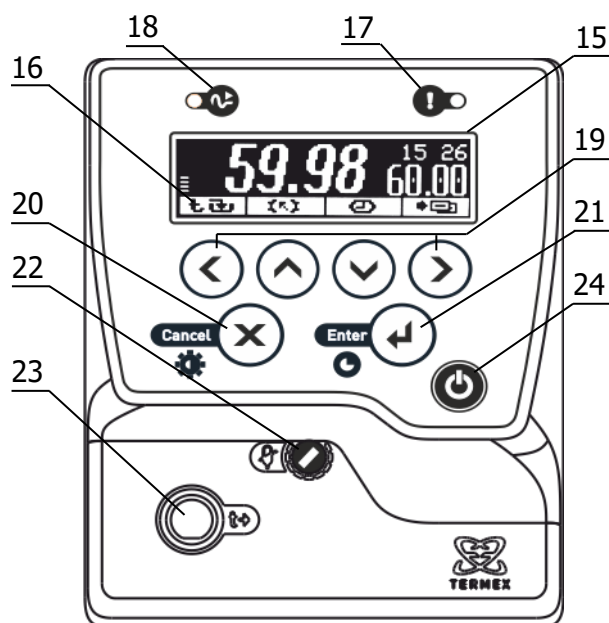

Рисунок 2 – Лицевая панель
1.4.4 Система безопасности блоков регулирования отключает двигатель насоса и нагреватель при срабатывании хотя бы одной из защит или неисправности датчика температуры (1.2.13). При срабатывании системы безопасности раздается звуковой сигнал, загорается индикатор 17 (рисунок 2) и на дисплей 15 выводится информация о причине неисправности.
2.3.1 После подключения сетевого кабеля к электрической сети блок регулирования переходит в режим ожидания. Подключение сопровождается кратковременной подсветкой дисплея 15 (рисунок 2).
2.3.6 Для регулировки яркости подсветки или контраста дисплея нажать кнопку 20 (X), выбрать изменяемый параметр кнопками (▲) и (▼) и установить его значение кнопками (◀) и (▶). Зафиксировать изменение нажатием кнопки 21 (↵) (рисунок 2).
2.7.7 Для выбора уставки в качестве текущей кнопками (▲) и (▼) подвести к ней указатель. Значение отмеченной указателем уставки дублируется крупными цифрами в правой части дисплея. Для подтверждения выбора отмеченной уставки нажать кнопку 21 (◀). Для отмены выбора нажать кнопку 20 (✕) (рисунок 2).
2.7.8 Для изменения численного значения отмеченной указателем уставки нажать кнопку (▶). На рамке, обрамляющей значение уставки в правой части дисплея, появятся «засечки», указывающие на изменяемую позицию в численном значении. Цифра в отмеченной позиции мигает. Нажатиями кнопок (▲) и (▼) установить требуемую цифру в отмеченной позиции. Если удерживать кнопку нажатой, значение уставки будет изменяться непрерывно. Нажатиями кнопок (◀) и (▶) переместить отметку изменяемой позиции. Дискретность изменения значения уставки зависит от положения изменяемой позиции: если отмечена позиция десятков, то при единичном нажатии кнопки (▲) или (▼) значение уставки изменится на 10 °C. Если отмечена позиция десятых долей, то значение уставки изменится на 0.1 °C соответственно. Закончить ввод нового значения уставки нажатием кнопки 21 (◀). Для возврата к значению уставки до ее изменения нажать кнопку 20 (✕) (рисунок 2).
2.8.4 При срабатывании защиты раздается звуковой сигнал и загорается красный индикатор срабатывания системы безопасности 17 (рисунок 2). Работа насоса и нагревателя будет блокирована. На дисплее отобразится текущее состояние системы защит.